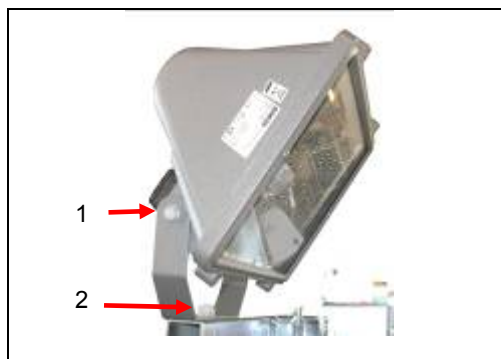

Figure 5.1 – Réglage des projecteurs
- ❶ Positionner les projecteurs en les inclinant manuellement et en desserrant les écrous de serrage (fig. 5.1, rep 1) sur le support du projecteur.
- ❷ Faites tourner les projecteurs en fonction du type d'éclairage souhaité, en desserrant l'écrou de support du projecteur (fig. 5.1, rep. 2).